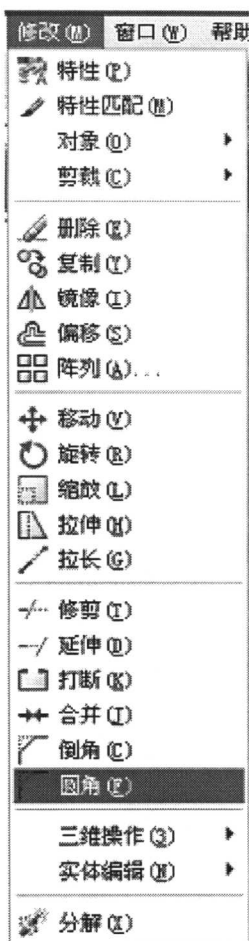

图 1-27 选择“修改”下拉菜单的“圆角”命令
- (1) 调用“修改”下拉菜单中的“圆角”命令,如图 1-27 所示。
- (2) 根据命令行提示:“选择第一个对象或 [多段线(P)/半径(R)/修剪(T)]:”,在命令行里输入字母“R”,回车。
- (3) 根据命令行提示:“在指定圆角半径<10.0000>:”,输入半径值,回车。
- (4) 然后用拾取靶选择第一对象(圆弧)。
- (5) 再用拾取靶选择第二对象(椭圆弧)就能画出所要的圆弧。